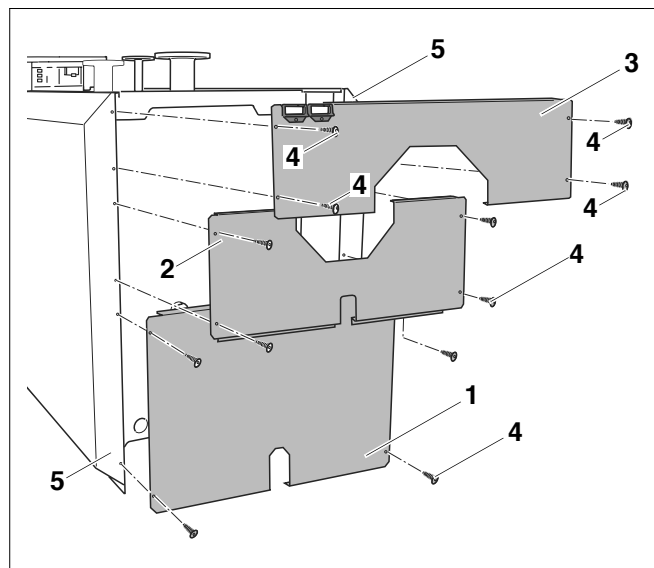

Fig. 36 Montarea componentelor peretelui din spate
- Fixați placa inferioară a peretelui din spate (fig. 36, **poz. 1**) cu cele 4 șuruburi (fig. 36, **poz. 4**) pe pereții laterali din spate (fig. 36, **poz. 5**).
- Așezați placa centrală a peretelui din spate (fig. 36, **poz. 2**) pe placa inferioară din spate.
- Fixați placa centrală a peretelui din spate cu cele 4 șuruburi (fig. 36, **poz. 4**) pe pereții laterali din spate (fig. 36, **poz. 5**).
- Așezați placa superioară a peretele din spate (fig. 36, **poz. 3**) cu îndoiturile muchiei respective pe placa centrală (fig. 36, **poz. 2**) și împingeți până la fixarea în orificiile capacelor laterale ale cazanului.
- Introduceți 2 șuruburi (fig. 36, **poz. 4**) în partea superioară, prin pereții din spate, pereții laterali din spate și prin traversele laterale și strângeți-le.
- Îmbinați pereții din spate și cei laterali cu cele 2 șuruburi, în partea inferioară (fig. 36, **poz. 4**).